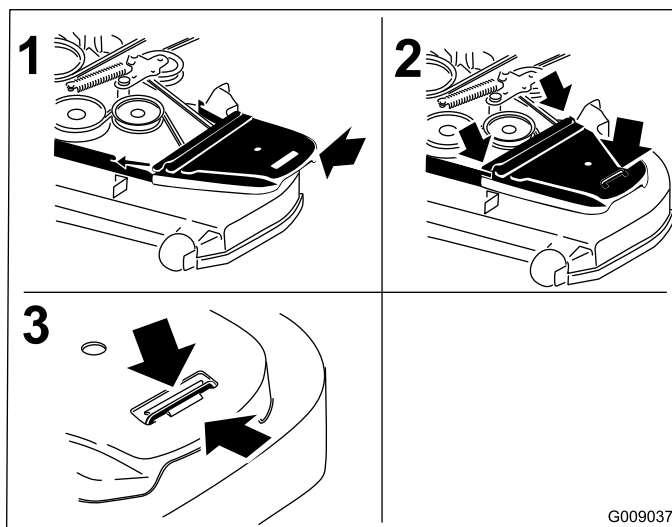

Figura 82
- Instale las cubiertas de la correa (Figura 82).